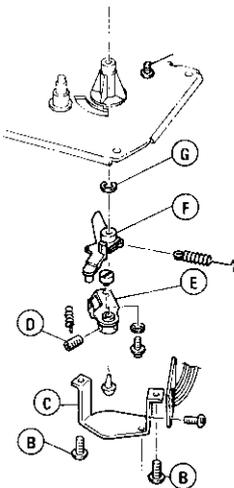

Abb. 2
2. Ausbau des Tonarmes (Abb. 2)